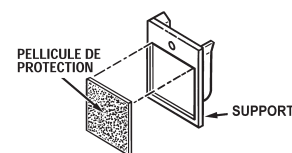

Figure 4
1. Détacher les quatre tampons adhésifs de la feuille et les insérer dans la partie en retrait des supports. Ne pas enlever la pellicule qui protège l'adhésif [Fig. 4].